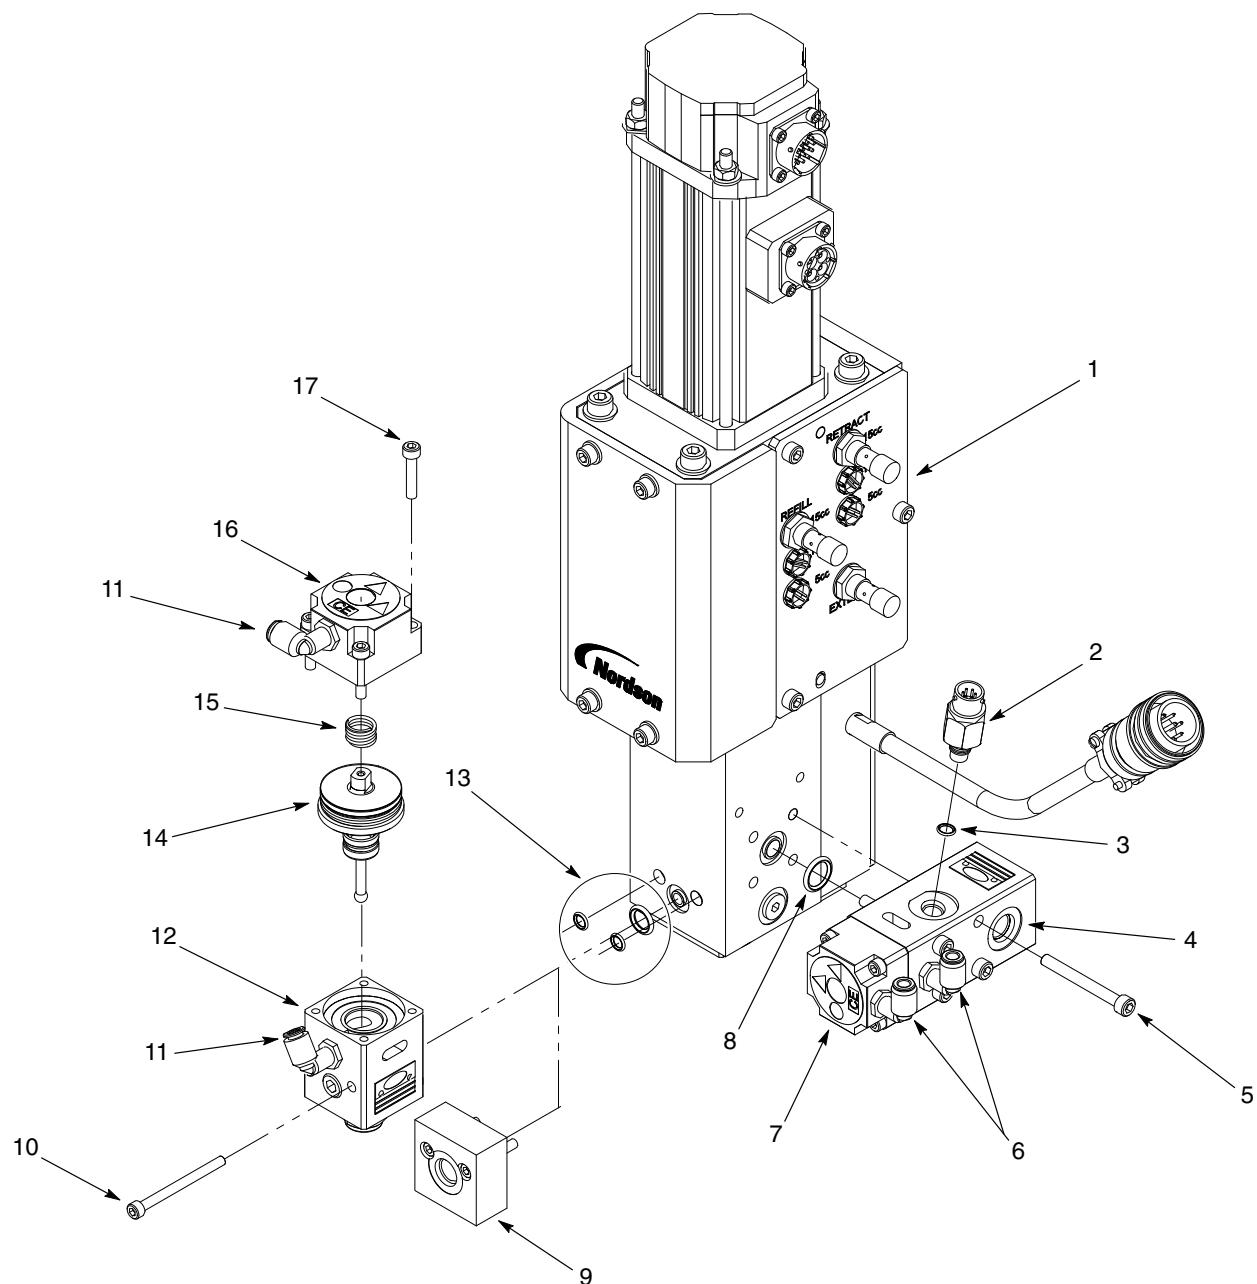

图 12 入口阀和出口阀的维修
请参见图12，并按照以下步骤维修液压部分。
1. 详见图12。拆下将气缸帽(16)固定在阀体(12)上的螺钉(17)。从泵体上拆下弹簧(15)。
请参见图12并按照以下步骤更换出口阀。
请参见图12并按照以下步骤更换入口阀。
1. 详见图12。从压力传感器(2)断开电缆。